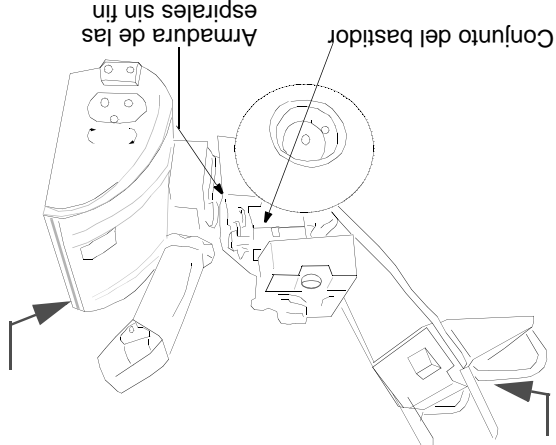

Figura 29
- Al levantar de las manijas, acerque el conjunto del bastidor a la armadura de las espirales sin fin y coloque las dos correas en las poleas delantera y posterior del motor. Vea la Figura 29.